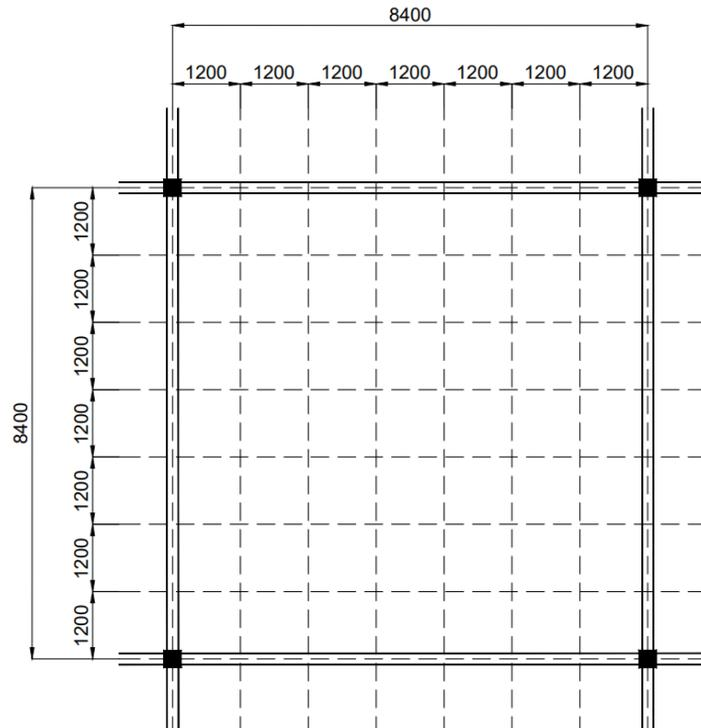

Figura 2 – Esquema de modulação dos pilares (dimensões em mm).
Deverão ser empregados os princípios de construção modular. A modulação dos pilares deverá ser de 8,40 m x 8,40 m. Essas dimensões em planta foram definidas de modo a compatibilizar as necessidades de arquitetura com um múltiplo de 1,20 m, que será o módulo básico. Em função de eventuais interferências com escadas, elevadores, etc. poderão ser alteradas posições de pilares, respeitando-se o módulo de 1,20 m. Na figura 2 ilustra-se a modulação dos pilares para um módulo interno da edificação.
A estrutura da cobertura e o tipo de telha deverão ser definidos pelo candidato, respeitando-se a platibanda e o espaço disponível. Adotar calhas e indicar os pontos de descida de águas pluviais justificados com cálculos. Deverá ser considerada a chuva de projeto da cidade de Teresina, capital do Piauí, conforme norma específica para dimensionamento da drenagem pluvial. A estrutura da cobertura poderá vencer o vão de 33.6 metros ou poderá haver apoios internos que nesse caso devem seguir a modulação dos pilares (figura 2). A escolha por apoios internos ou vão livre deverá levar em conta os aspectos de economia da estrutura e a viabilidade de uma sequência executiva eficiente prevista para a estrutura.
- As dimensões dos elementos, que deverão respeitar os princípios da construção modular e deverão respeitar a modulação prevista (figura 2);